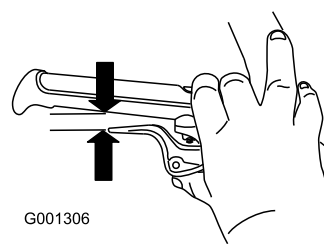

Figura 32
- Premete a fondo la leva, poi verificate la distanza tra la parte inferiore della stegola e l'estremità della leva della frizione ruota (Figura 32).
- Ripetete la procedura per l'altro cavo (Figura 32).